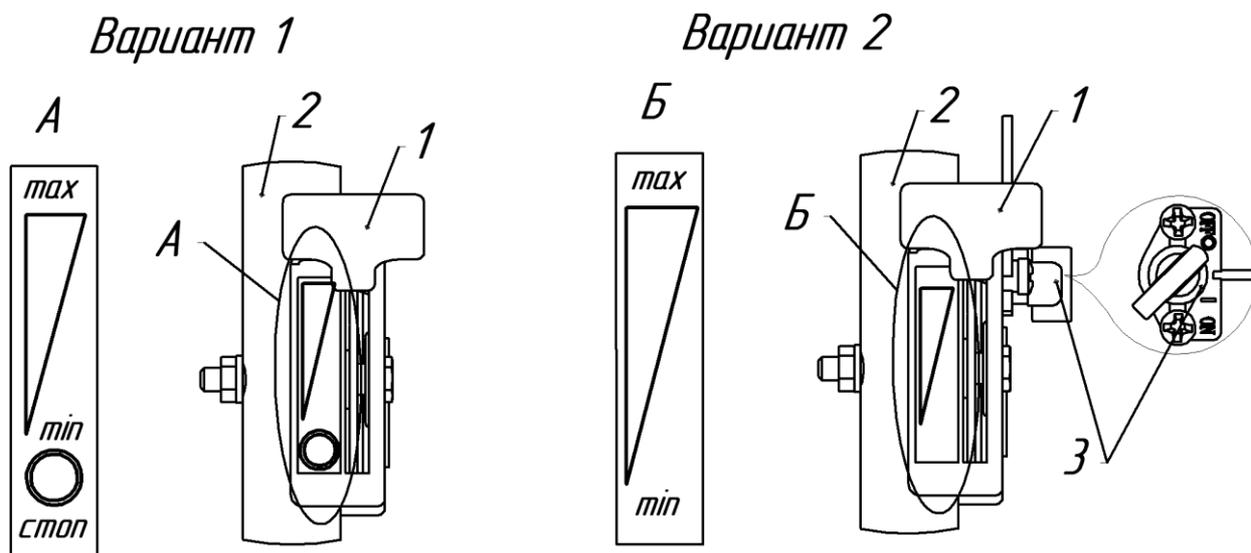

Рис.7 Дистанционное управление двигателем
Ручка газа (рис.1, рис.7) – расположена на правой рукоятке руля, предназначена для управления положением дроссельной заслонки двигателя и его остановки.
43. В аварийных ситуациях остановите двигатель при помощи аварийного останова на двигателе или на рычаге газа (рис.7, 8).
Отпустите рукоятку включения сцепления. Переведите ручку управления газом на руле в положение "СТОП" (см. рис.7, 8):